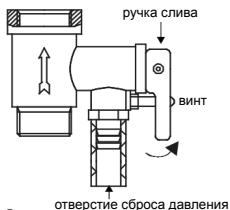

Рис. 6
4. На входной патрубок обозначенный голубым цветом и стрелкой направления течения воды накрутите предохранительный клапан так, чтобы течение воды совпадало с направлением стрелки на корпусе клапана. На отверстие сброса давления предохранительного клапана (см. рис. 6) оденьте дренажную трубку* для отвода воды (возможно появление при нагревании) в канализацию.
6. Воду можно слить через обратный предохранительный клапан, для этого нужно открутить винт, фиксирующий ручку слива, обратного предохранительного клапана и перевести её в верхнее положение, при этом кран выхода горячей воды должен быть открыт, а кран подачи холодной воды в водонагреватель должен быть перекрыт (смотри рис. 6). Никогда не сливайте воду, если ее температура выше 50 °С, т. к. это может привести к ожогам.